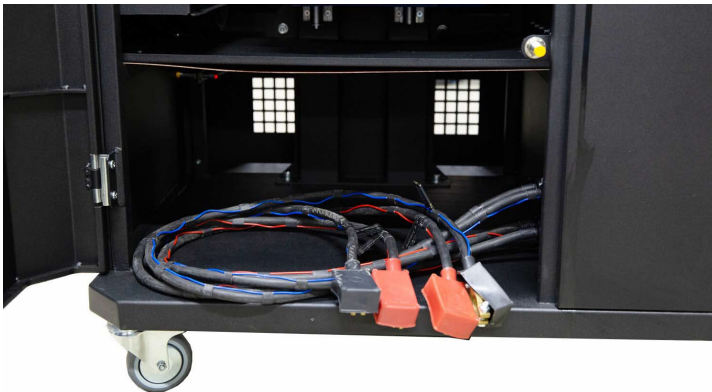

Abbildung 13. Platz für die Batterien im Prüfstand
1. 12-V-Batterien (Batterien) anschließen und im Batteriefach des Prüfstands (Abb. 13) platzieren. Zum Öffnen der linken Tür die mitgelieferten Schlüssel verwenden. Beim Anschluss der Batterien ist die Kennzeichnung der Leistungskabel zu beachten. Wird nur eine Batterie (BAT1 oder BAT2) angeschlossen, ist nur der 12-V-Diagnosemodus verfügbar; der 24-V- und 48-V-Modus ist nicht verfügbar.